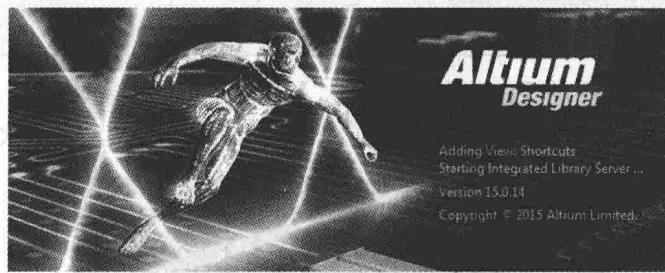

图 1-8 Altium Designer 的启动画面
(1) 在【开始】菜单栏中找到 Altium Designer 图标 Altium Designer，单击该图标，或者在桌面上双击快捷方式图标，即可初次启动 Altium Designer，启动画面如图 1-8 所示。